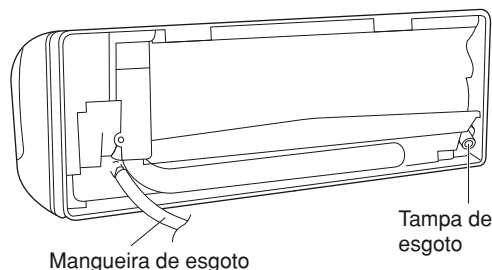

Fig. 39a
- (a) Localize a mangueira de esgoto e a tampa de esgoto. (Fig. 39a)
- (b) Retire os parafuso que apertam a mangueira de drenagem no lado direito, e puxe a mangueira de drenagem para retirá-la. (Fig. 39a)